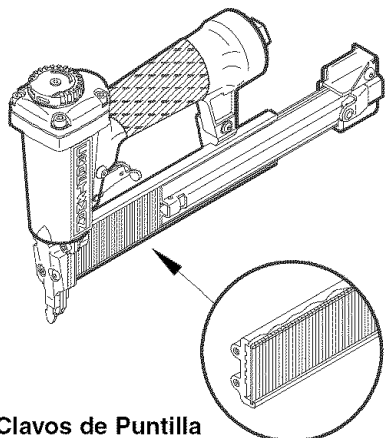

Figura 2
- Presione el pestillo (Fig. 5, No. 58) y deslice la cubierta del depósito (Fig. 5, No. 55) hacia atrás (vea la Figura 2). Inserte los sujetadores en el depósito. Colóquelos en la parte inferior del depósito con las cabezas hacia la parte superior de la herramienta.